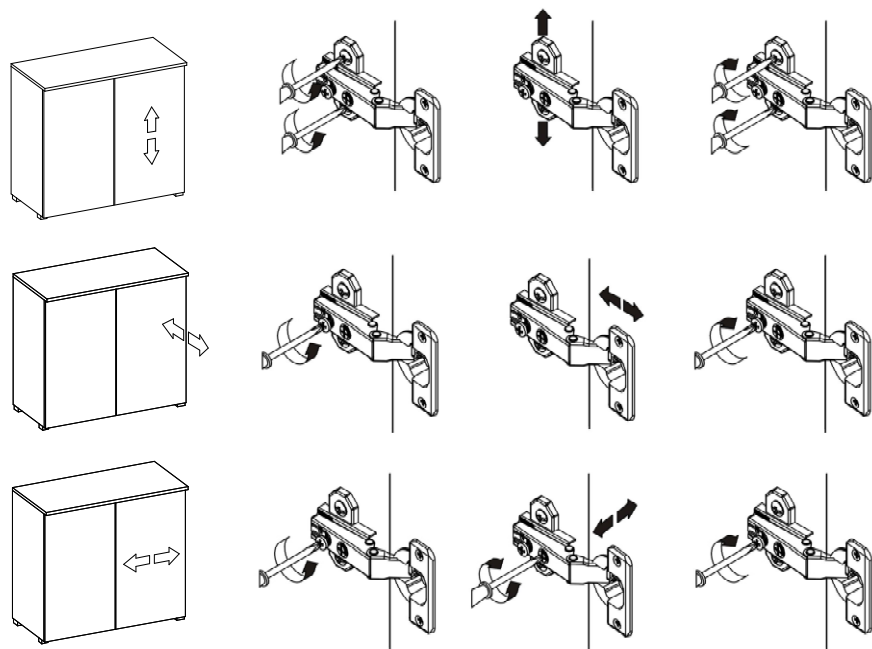

Рисунок 8
4.20. Навесить дверь собранную из деталей **6,7,8,9** на корпус шкафа, совместив петли шарнирные **a102** с ответными планками петель **b59**. (см. рис.7). При необходимости отрегулировать положение дверей, вращая регулировочные винты (см. рис.8). Открытые отверстия на деталях **8** и **9** закрыть заглушками **s59** и **s33** (см. рис.7).